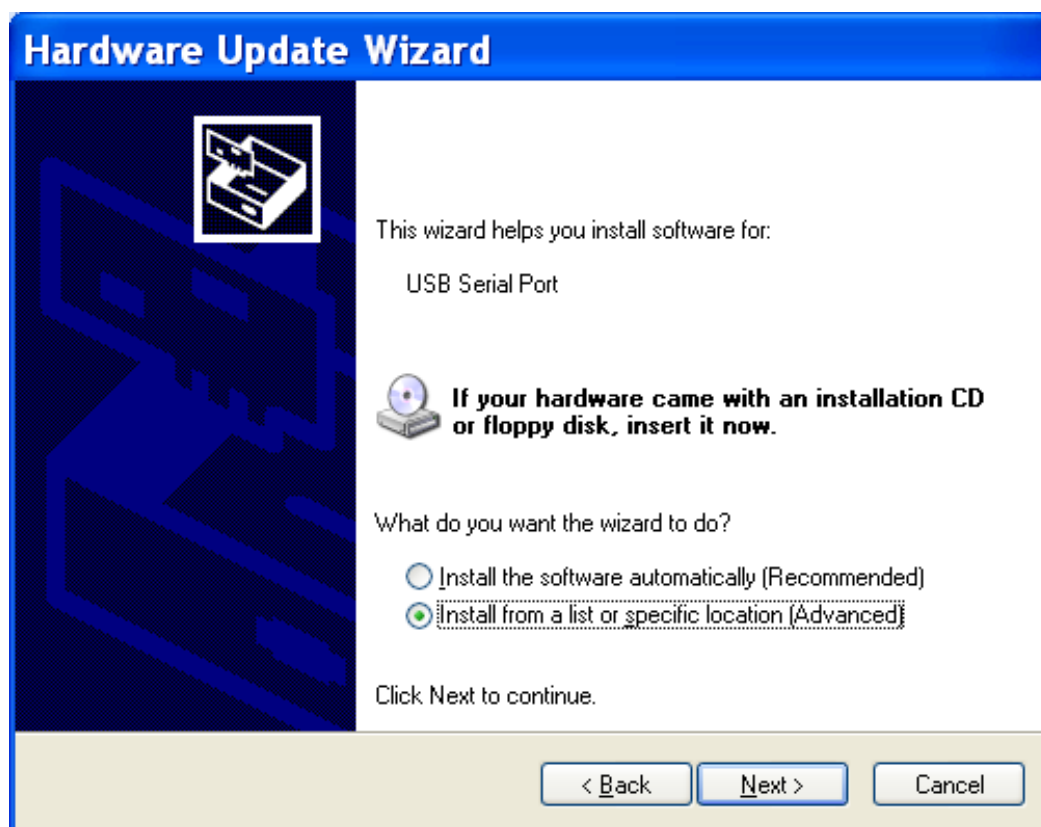

Figura 96: Schermata di installazione Hardware Update Wizard (Aggiornamento guidato hardware)
2. Selezionare **No** e fare clic su **Next** (Avanti). Viene visualizzata una schermata simile a quella della Figura 96.